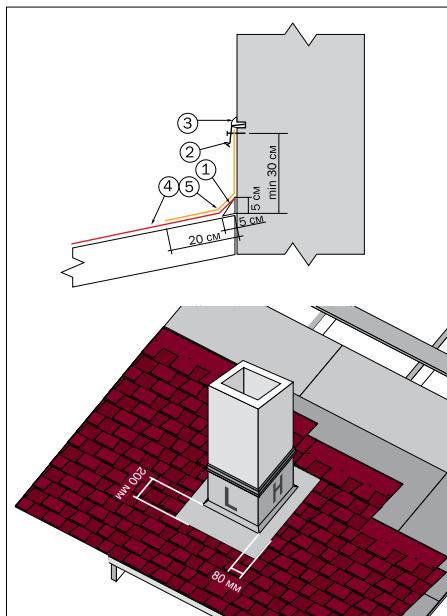

Рис. 22
В местах стыков ската кровли со стенами (рис. 22) набивается треугольная рейка (1), на которую заводится рядовая черепица (4). В качестве треугольной рейки может быть использован деревянный брус 50 × 50 мм, распущенный по диагонали, либо обычный деревянный плинтус (1). Если поверхность вертикальной стены кирпичная, то ее необходимо предварительно оштукатурить и праймировать. Поверх рядовой черепицы монтируются полосы ендового ковра ТЕХНОНИКОЛЬ (5) шириной не менее 500 мм с проклейкой мастикой ТЕХНОНИКОЛЬ ФИКСЕР (мастика наносится на всю
монтажа показан на рис. 22. Первоначально монтируется лицевая выкройка с заводом на рядовую черепицу. Затем монтируются левая и правая, которые заводятся под черепицу. В последнюю очередь монтируется тыльная выкройка. При монтаже необходимо соблюдать принцип каскадности воды. Слева, справа и с тыльной стороны необходимо выполнить желоб шириной 8 см. Места сопряжения рядовой черепицы следует проклеить мастикой ТЕХНОНИКОЛЬ ФИКСЕР в местах отсутствия самоклеящегося слоя на величину 10 см и отрезать уголки для отбоя воды.